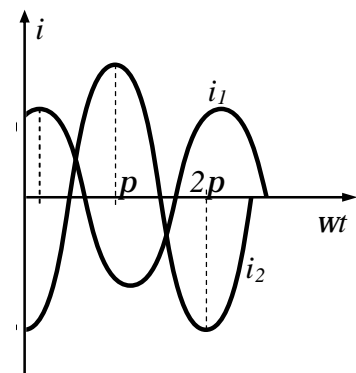

Рис. 2.8
**2.18.** На рис. 2.8 дані графіки зміни струмів  $i_1$  і  $i_2$ . Визначити початкові фази, фазовий зсув між ними і побудувати векторну діаграму.